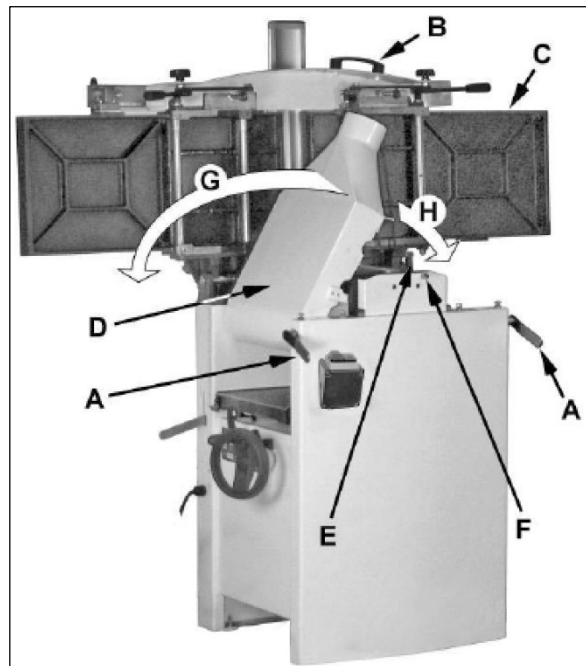
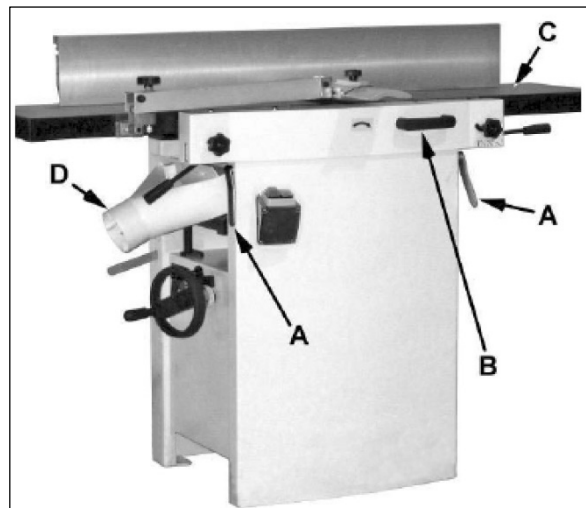

Рисунок 2.
Рисунок 3.
- освободите оба фиксатора А (рис. 2) фуговальных столов к основанию, повернув рукоятки по направлению к оператору, а затем потянув за них по направлению от станка;
При поднятии стол С должен находиться в вертикальном положении, как показано на рис. 2. Защелка Е должна быть заблокирована, чтобы предотвратить случайное падение стола вперед.
- Потяните за блокирующую ручку F и переместите кожух D для отведения стружки (стрелка G) рис. 3 патрубком влево (рис. 2).